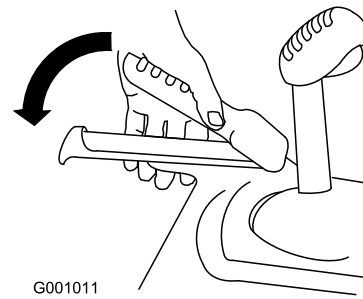

Bild 10
3. Drücken Sie den linken Hebel (Fahrtrieb) zum Handgriff (Bild 10).
6. Drücken Sie den linken Hebel (Fahrtrieb) zum Handgriff (Bild 10).